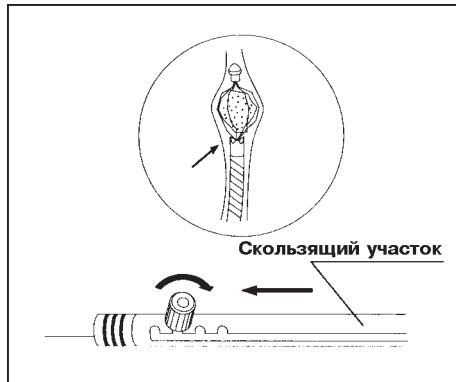

Рис. 3.11.
- 4.** Под рентгеноскопическим контролем проведите дистальный конец спиральной оболочки рядом с конкрементом. Полностью втяните трубчатую оболочку в просвет спиральной (проводочной) оболочки. Затем установите ручку спиральной оболочки в прорезь, расположенную возможно ближе к идентификационной метке, и затяните ручку поворотом против часовой стрелки (см. рис. 3.11).